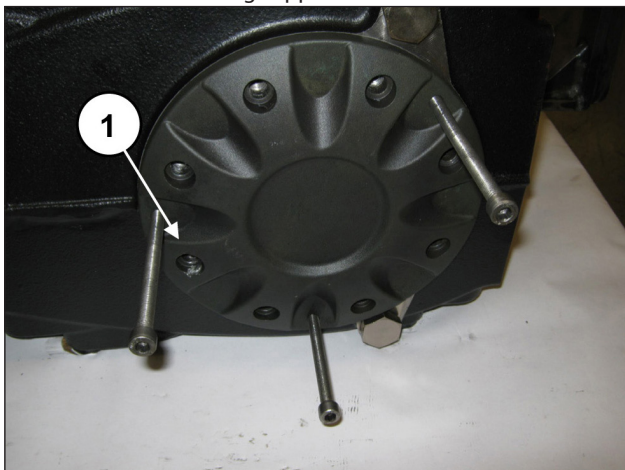

Fig. 28
Posizionare n. 3 grani o viti filettate M8 (pos. ①, Fig. 28) con la funzione di estrattori negli appositi fori